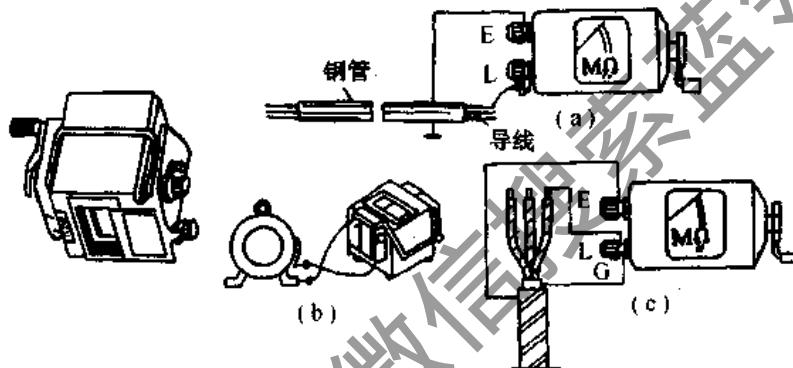

图 5-21 摆表的接线方法
① 测量时摇表应放置平稳,并远离带电导体和磁场,以免影响测量的准确度。
② 摆表上有三个接线端,即“线路”接线端,标有字母 L;“接地”接线端,标有字母 E;“保护环”接线端,标有字母 G。测量时,被测电阻  $R_x$  的两端分别与 L 和 E 接线端相连。图 5-21(a) 所示为测量电路绝缘电阻时摇表的连线,E 接线端可靠接地,L 接线端与被测线路相连;图(b) 所示为测量电机绝缘电阻的连线,E 接线端接机壳,L 接线端接电机绕阻;图(c) 所示为测量电缆绝缘电阻的连线,E、L 接线端除分别与导电线芯和电缆外壳相接外,摇表保护环 G 接线端要与电缆壳芯之间的绝缘层相接。